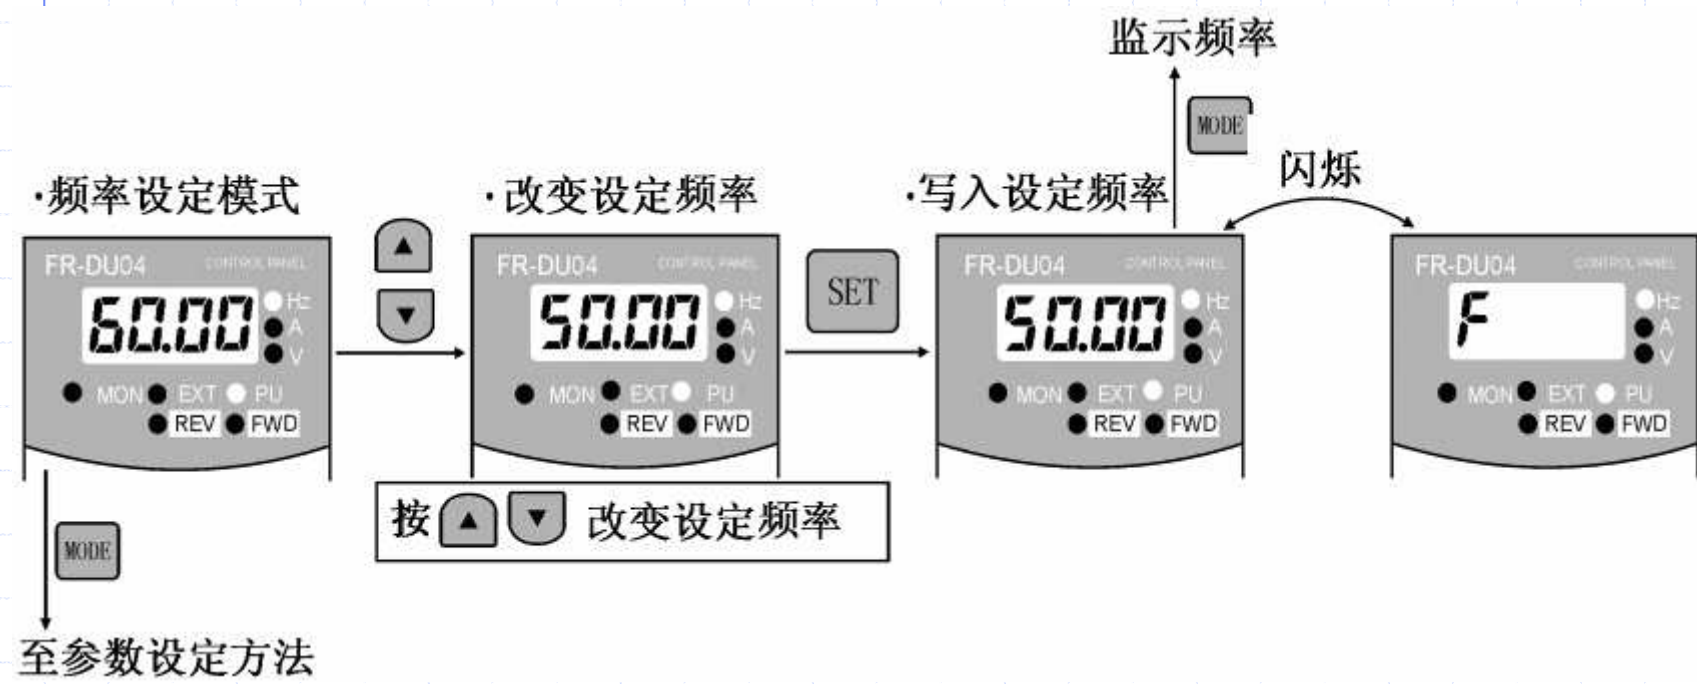

图9-7 改变设定频率的操作
(3) 频率设定模式，在频率设定模式下，可改变设定频率，其操作如图9-7所示（将目前频率60Hz设为50Hz）。